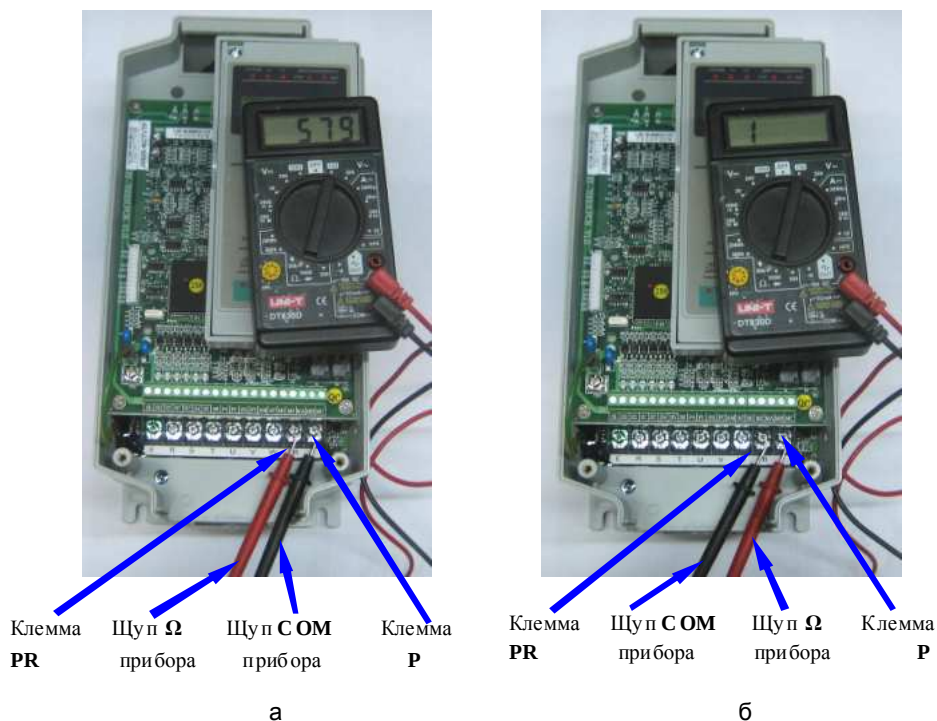

Рис. 4.6. Проверка защитного диода в цепи тормозного ключа матрицы IGBT.
4.6. Исправная цепь должна «звониться» как диод (при прямой проводимости показания прибора 200...1000, рис. 4.6а, при обратной проводимости – «Обрыв цепи», рис. 4.6б).